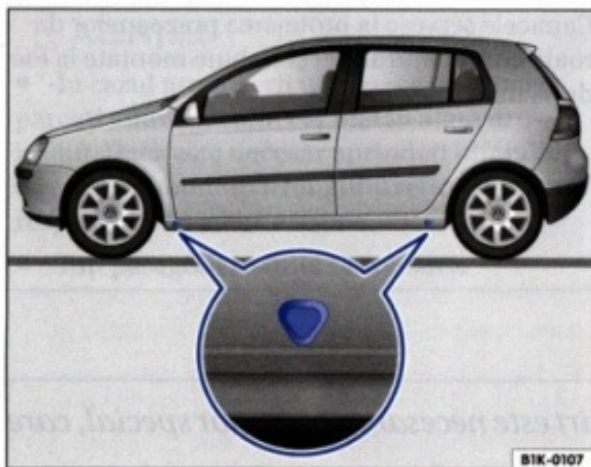

Fig. 25 Puncte pentru fixarea cricului
1. Căutați punctul ⇒ fig. 25 (marcaj pe caroserie) pentru fixarea cricului ⇒ ⚠, cel mai apropiat de roata care trebuie înlocuită.
Cricul poate fi montat numai în locurile indicate ⇒ fig. 25. Luați în considerare punctul de fixare cel mai apropiat de roata respectivă.